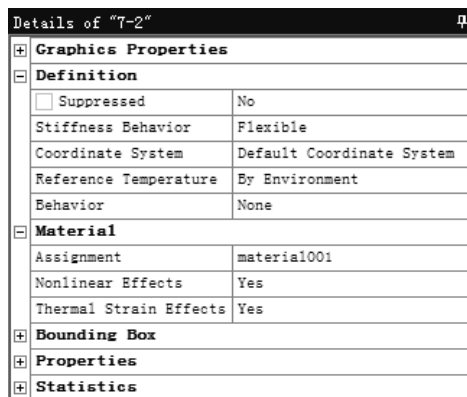

图 2.2.12 设置材料属性
(2) 然后在 “Details of ‘7-2’” 窗口中单击 **Structural Steel** 后的按钮，在弹出的下拉列表中选择 **material001** 选项，结果如图 2.2.12 所示。